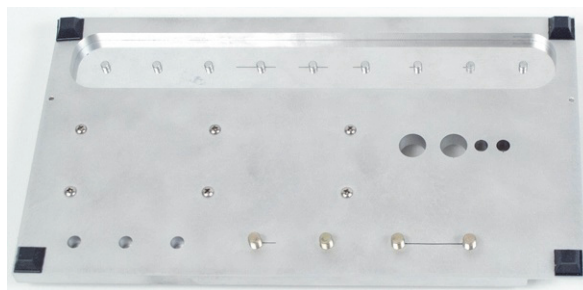

Abbildung 5-84 Rückseite des Justierkörpers
6. Drehen Sie den Justierkörper herum (um die größere Fläche frei zu legen, siehe Abbildung 5-84 auf Seite 202). Koppeln Sie die Sonde an den Bereich ohne Defekte und drücken Sie die Direktzugriffstaste A-LIFT NULL ().